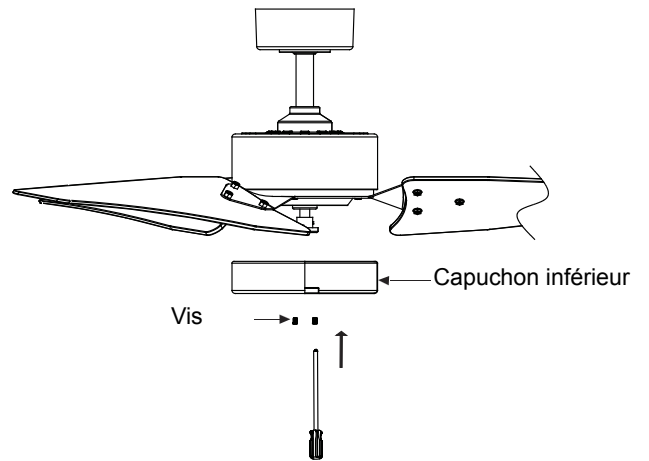

Fig. 16
Étape 1. Retirez et conservez les deux vis pré-attachées de l'anneau de fixation fixé à l'arbre du moteur. (Fig. 16)